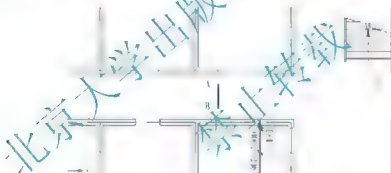

图 3.65 绘制门扇
(2) 绘制门扇: 单击【绘图】工具栏上的【多段线】图标  (快捷键 PL), 启动【多段线】命令。
- ① 在指定起点: 提示下, 在屏幕上任意单击一点作为多段线的起点。
- ② 在当前线宽为 0.0000, 指定下一个点或 [圆弧(A)/半宽(H)/长度(L)/放弃(U)/宽度(W)]: 提示下, 输入“W”后按 Enter 键。
- ③ 在指定起点宽度 0.0000: 提示下, 输入“50”。
- ④ 在指定端点宽度 0.0000: 提示下, 输入“50”, 这样就将线宽改为 50mm。打开【正交】功能 (快捷键 F8)。
- ⑤ 在指定下一点或 [圆弧(A)/闭合(C)/半宽(H)/长度(L)/放弃(U)/宽度(W)]: 提示下, 将光标垂直向上拖动, 输入“1000”后按 Enter 键结束命令, 结果如图 3.65 所示。